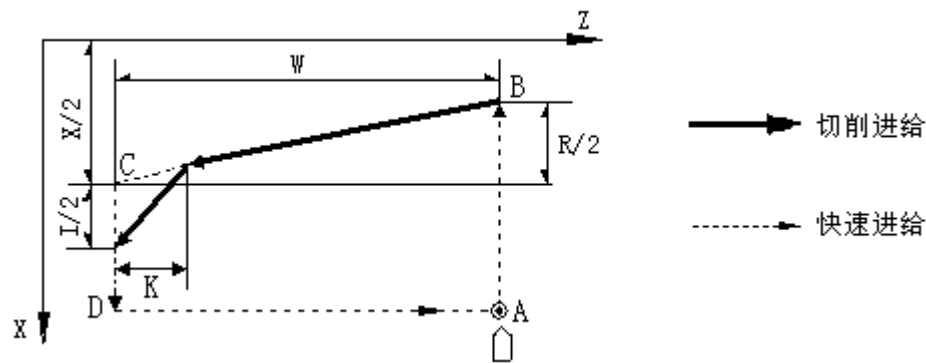

图 4-21 G92 螺纹切削循环
**G92 螺纹循环的执行过程如图 4-21：（以轴向螺纹切削为例）**
- ① 检测主轴转速，根据转速和导程 P 计算出螺纹加工的参考速度，若超出参数 **P125**（切削进给最大速度）则报警。在此之前，用户要确认主轴转速已经稳定；否则可能乱牙。
- ② X 轴从 A 点快速移动到 B 点：X (U)+R 的位置（螺纹的起点 B）。
- ③ X，Z 轴螺纹切削到 C 点。（包括螺纹退尾）；这个过程与 G33 完全相同。
- ④ X 轴快速退到 D 点。
- ⑤ Z 轴快速退回 A 点（起始点）。
⑥ 多头螺纹，重复 2~4 的过程进行多头螺纹的切削。